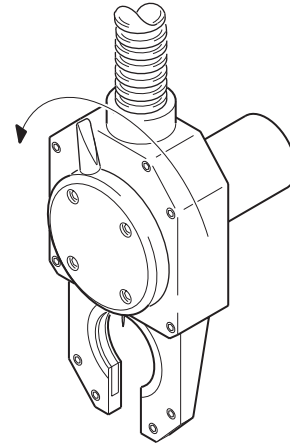

Abbildung 19 Verriegelungshebel lösen
2. Schweißkopf in den Spannblock einführen. Siehe Abbildung 19(A).
3. Den Verriegelungshebel im Uhrzeigersinn drehen, um den Schweißkopf zu befestigen. Siehe Abbildung 19(B).